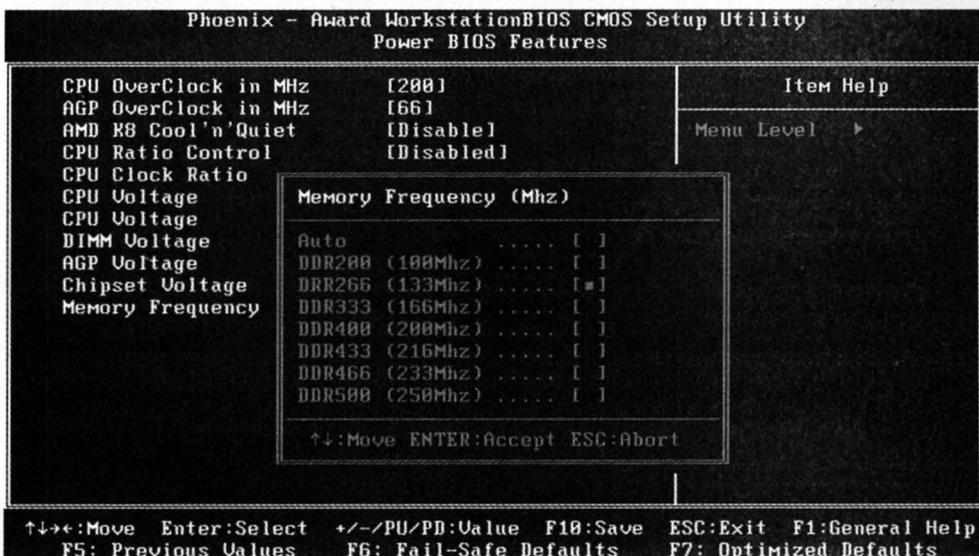

Рис. 17.7. Установка частоты работы оперативной памяти
2. Уменьшите частоту работы оперативной памяти. Для этого, возможно, сначала придется отменить установку параметров памяти с помощью SPD (параметр Memory Timing by SPD или аналогичный), а затем указать минимально возможную частоту в параметре Memory Frequency for или подобном (рис. 17.7).